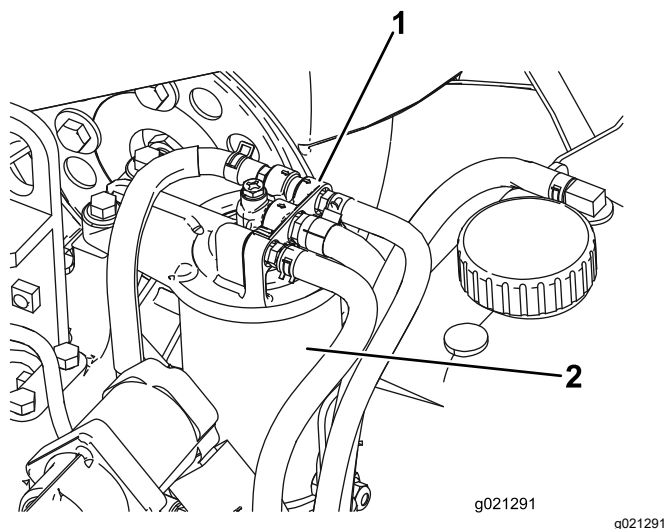

Рисунок 95
2. Очистите поверхность вокруг головки топливного фильтра (Рисунок 95).
3. Снимите фильтр и очистите монтажную поверхность головки фильтра (Рисунок 95).